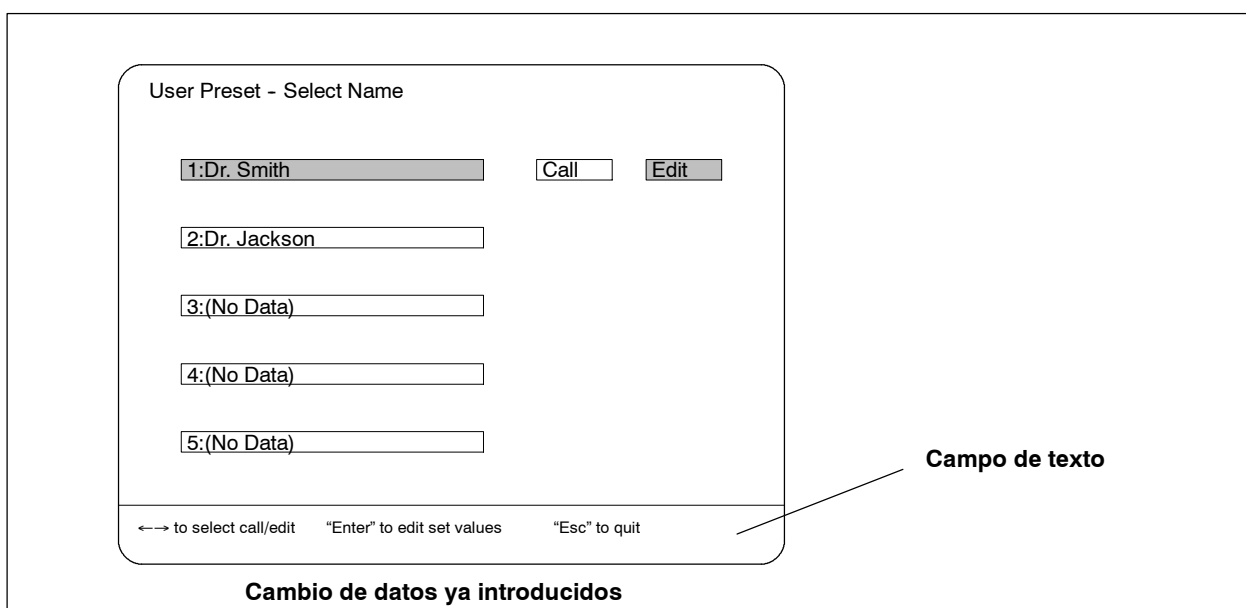

Figura 6.18
1. Mediante las teclas “↑” y “↓” marque un nombre y pulse la tecla “Enter”. Cuando aparezcan los símbolos [Call] y [Edit] a la derecha de la posición seleccionada, marque el símbolo [Edit] mediante la tecla “←” ó “→” y pulse la tecla “Enter” (ver figura 6.18).